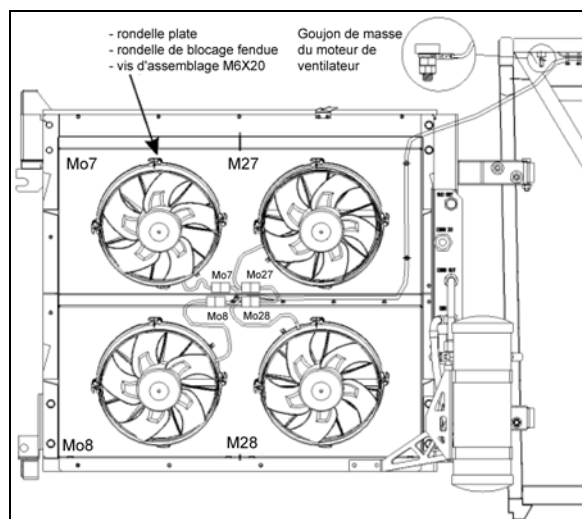

FIGURE 43 : VENTILATEURS DU CONDENSEUR
2. Débrancher le connecteur de faisceaux du ventilateur (Figure 43)